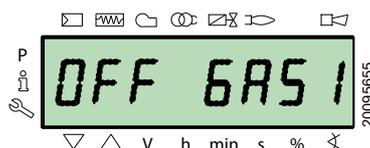

Abb. 46
- Gasbetrieb "OFF GAS1" (Abb. 46)